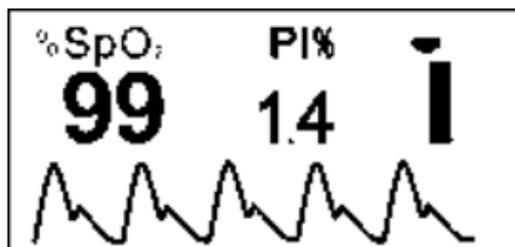

Figura 7
6. Tenendo premuto il tasto per 2 secondi il display passa alla modalità in figura 7.
Nella modalità in figura 7 vengono monitorati e visualizzati sul display i valori di SpO2 e indice di perfusione a differenza della modalità in figura